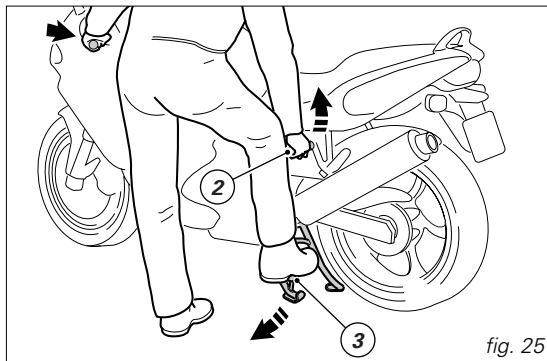

fig. 25
Tenez la poignée gauche de votre main gauche et la poignée (2, fig. 25) de votre main droite. Appuyez votre pied droit sur la surface d'appui (3) de la béquille centrale, jusqu'à l'amener au contact du sol. En même temps, à l'aide de la poignée de service, tirez le motorcycle en arrière et vers le haut.